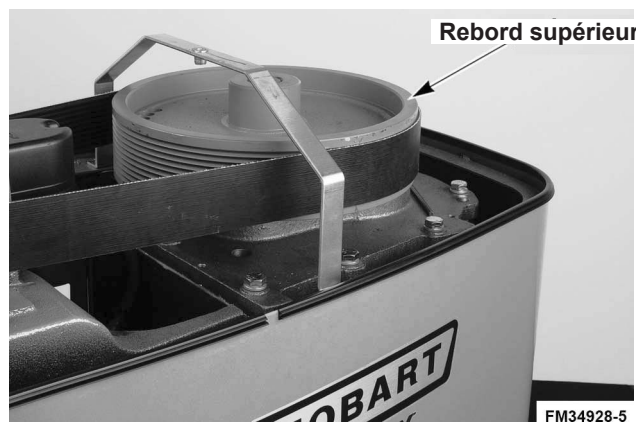

Fig. 1
- Placez un niveau sur le rebord supérieur de la grande poulie (Fig. 1). Glissez autant de cales que nécessaire sous la surface de contact du socle du batteur/mélangeur pour le mettre de niveau de l'avant vers l'arrière et d'un côté à l'autre.